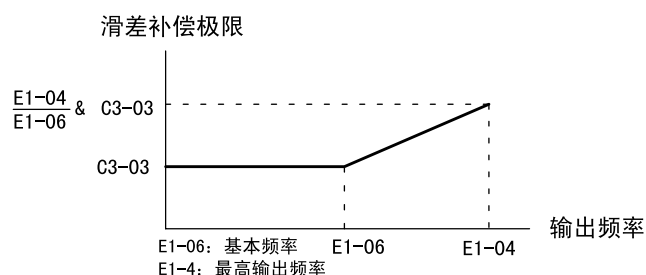

图 7.28 滑差补偿限值
- 在恒力矩领域、恒功率领域，滑差补偿极限，如图 7.28 所示